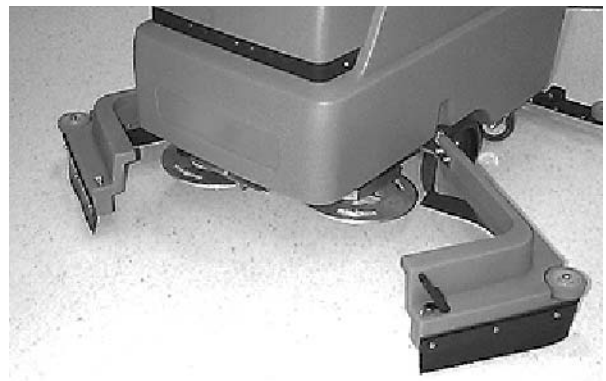

FIG. 7
4. Défaites le loquet noir à l'avant de la machine et faites pivoter le logement de la jupe pour accéder au moyeu du moteur (Figure 7).